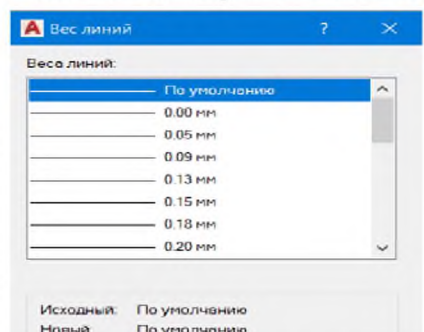

Рисунок 8 – Діалогове вікно **Вес линий**
7. Клацніть по полю **Вес ліній**. Відкриється діалогове вікно товщини ліній (рис.8).